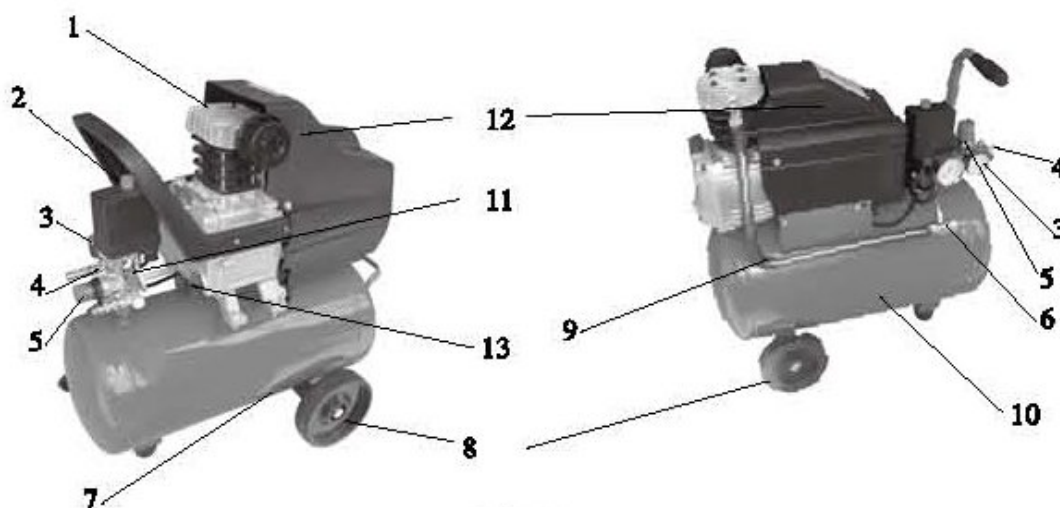

Рис. 1
- Общий вид компрессора представлен на Рис.1
ЧАСТИ КОМПРЕССОРА (рис. 1)